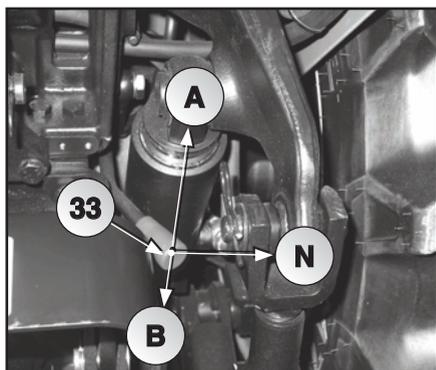
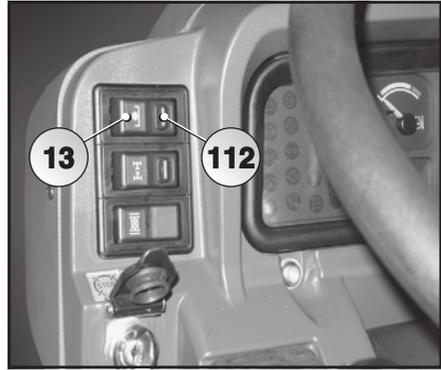

Fig. 5.37
Fig. 5.38
Afin d'éviter l'endommagement du système de freinage de la P.d.F. lors du remorquage, il est important d'activer et/ou maintenir activé le bouton (13 Fig. 5.38) d'enclenchement de la P.d.F., même si elle n'est pas utilisée. Dans ce cas, pour éviter la rotation de l'arbre de sortie de la P.d.F., il faut porter le levier (33 Fig. 5.37) en position de neutre.
Avant d'embrayer la P.d.F. à l'aide de l'interrupteur (13) Fig. 5.38 il faut avoir effectué le choix du type de fonctionnement, indépendant ou synchronisé, à l'aide du levier (28).
Pour embrayer la P.d.F. il faut déplacer latéralement la petite barre (112) Fig. 5.38 de sécurité et appuyer sur l'interrupteur (13) Fig. 5.38, situé sur le côté gauche du tableau de bord. En appuyant sur l'interrupteur, le témoin lumineux correspondant incorporé dans l'interrupteur s'allume.